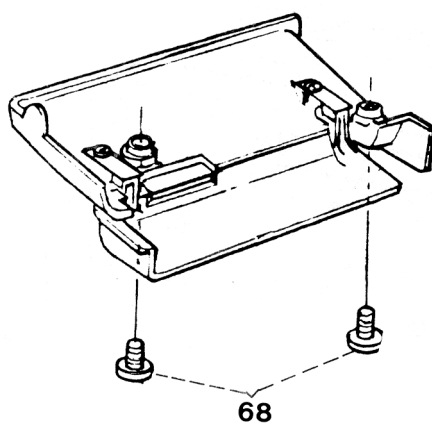

Рис. 24
- Выкрутить два винта 68 (рис. 24).